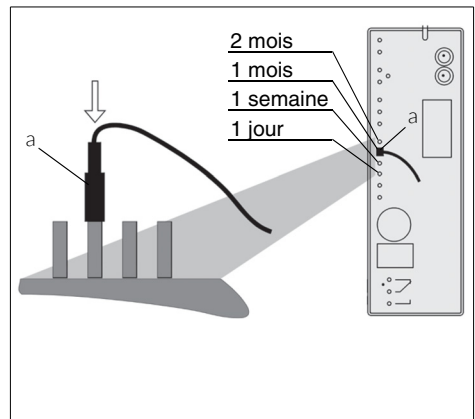

Fig. 3 : Commande de temporisation
- Sélectionnez, sur l'électronique de commande de l'automatisme, la périodicité souhaitée du rétrolavage automatique. Sélectionnez l'intervalle temporel souhaité par déplacement de la cosse de câble (a) (cf. fig. 3). Les intervalles sélectionnables sont inscrits sur le côté de l'électronique de commande.